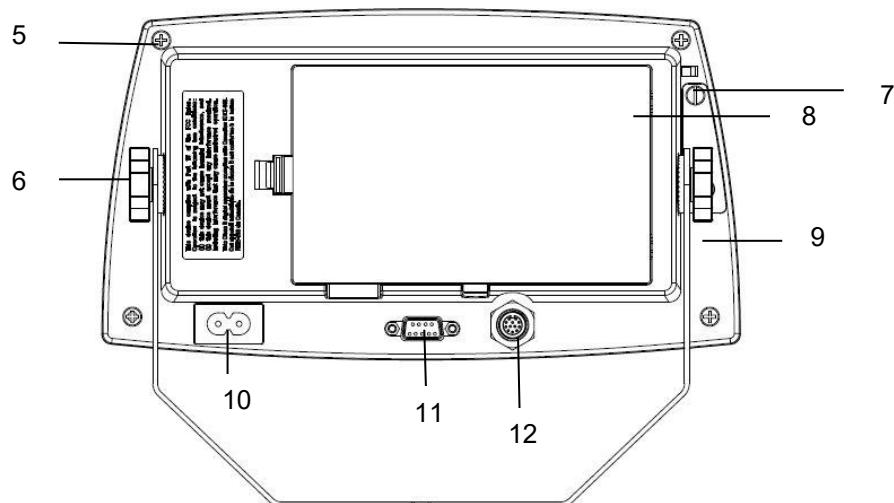

Abbildung 1-1 TD52P-Anzeige
Ohaus-Sockel mit einem EasyConnect™ Stecker können an den externen Wiegezellenanschluss angeschlossen werden (Abbildung 1-1, Punkt 12). Stecken Sie den Sockelstecker mit dem externen Wiegezellenstecker ein, um die Verbindung vorzunehmen. Drehen Sie anschließend den Verschlussring des Sockelsteckers im Uhrzeigersinn. Für Informationen zu Sockeln ohne Stecker, siehe Abschnitt 2.3.2.
Schließen Sie das optionale RS232-Kabel an den RS232-Anschluss an (Abbildung 1-1, Position 11).
Schließen Sie das Wechselstromnetzkabel (mitgeliefert) an die Netzsteckdose an (Abbildung 1-1, Objekt 10) und schließen Sie den Wechselstromnetzstecker an einen elektrischen Anschluss an.
3. Entfernen Sie den Metallanschluss (Abbildung 1-1, Element 12) vom hinteren Gehäuse (grüner Kreis)